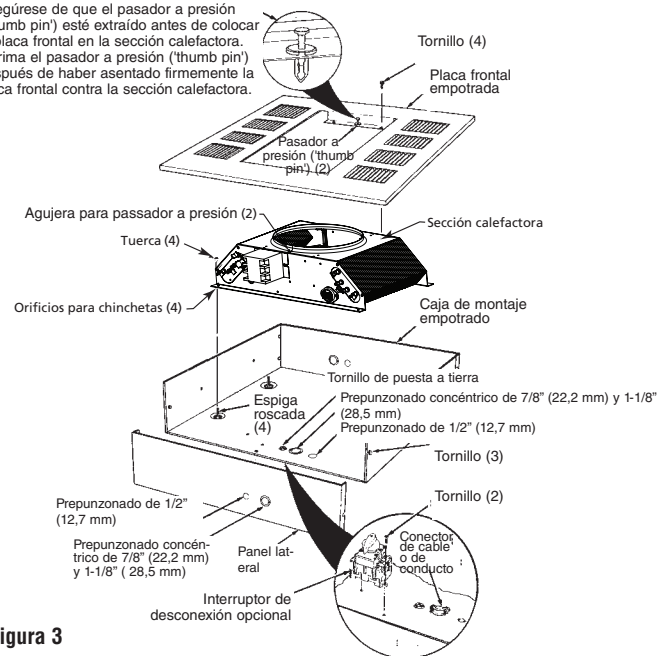

Figura 3
1. Extraiga la caja de montaje empotrado (Figura 3) de la caja que contiene el gabinete de montaje empotrado tipo REA.
2. Quite los tres tornillos y el costado de la caja de montaje empotrado para facilitar el conexionado (Figura 3).
3. Extraiga uno de los prepunzonados e instale un conector de cable o de conducto (Figura 3).
4. Instale el interruptor de desconexión opcional (si fuera necesario) como se indica en la Figura 3.
8. Posicione la sección calefactora sobre las espigas roscadas de la caja de montaje empotrado (Figura 3).
- Empuje la sección calefactora sobre las espigas roscadas y apriete firmemente las cuatro tuercas (suministradas) en las espigas roscadas, a fin de asegurar la sección calefactora a la caja de montaje empotrado (Figura 3).
- Extraiga la placa frontal empotrada (Figura 3) de la caja que contiene el gabinete de montaje empotrado tipo REA.
NOTA: asegúrese de que el pasador a presión ('thumb pin') de cada extremo de la abertura de la rejilla de descarga esté extraído, para permitir que el cuerpo de estos pasadores encaje en los agujeros de la sección calefactora (Figura 3).
- Instale y apriete firmemente los cuatro tornillos (suministrados) para asegurar la placa frontal empotrada a la sección calefactora (Figura 3).